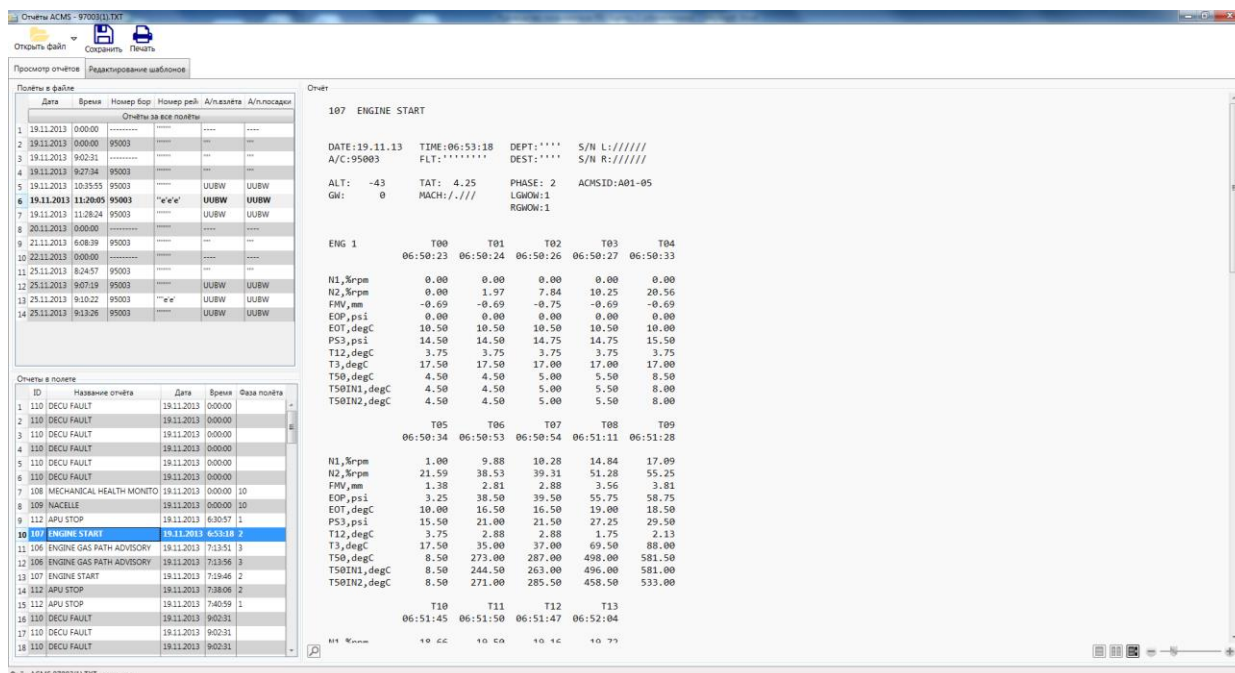

Рисунок 11.2 – Отображение отчетов ACMS
Для просмотра всех отчетов, сформированных в выбранном файле, нажмите на кнопку **Отчеты за все полеты** в поле 1. Список отчетов отобразится в поле 2, в секторе «Отчеты в полете» (Рисунок 11.2).
При выборе в поле 2 какого-либо отчета в поле 3, в секторе «Отчет», отобразится содержание отчета (Рисунок 11.2).
- С прокруткой (Рисунок 11.2).